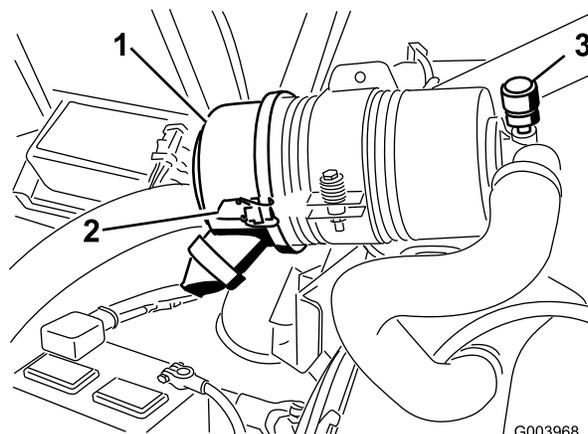

Figure 61
Faites l'entretien du filtre à air uniquement quand l'indicateur de colmatage (Figure 61) indique que cela est nécessaire. Changer le filtre à air prématurément ne fait qu'accroître le risque de contamination du moteur par des impuretés quand le filtre est déposé.
1. Desserrez les fixations qui maintiennent le couvercle sur le corps du filtre à air (Figure 61).